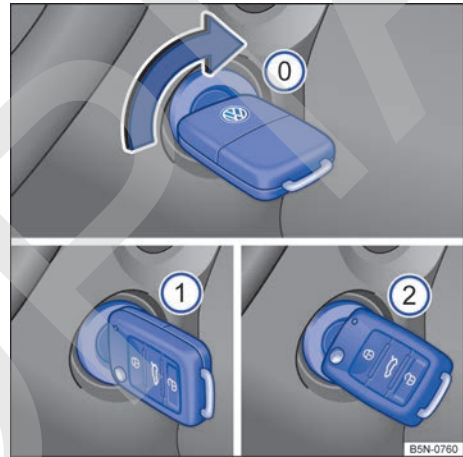

Fig. 96 Posiciones de la llave del vehículo en la cerradura de encendido.
Posiciones de la llave del vehículo → fig. 96
- *Vehículos con cerradura de encendido:* Gire la llave a la posición → fig. 96 ①. El encendido está conectado.
- *Vehículos con cerradura de encendido:* Gire la llave en la cerradura de encendido a la posición → fig. 96 ② sin pisar el acelerador. Una vez se ponga el motor en marcha, suelte la llave en la cerradura de encendido.
Si el motor no se pone en marcha, no utilice nunca el motor de arranque con una marcha engranada y la llave introducida en la cerradura de encendido en la posición → fig. 96  para circular o arrancar por remolcado, p. ej., en caso de estar el depósito de combustible vacío. El motor de arranque podría resultar dañado.
- *Vehículos con cerradura de encendido:* Gire la llave en la cerradura de encendido a la posición → fig. 96 .